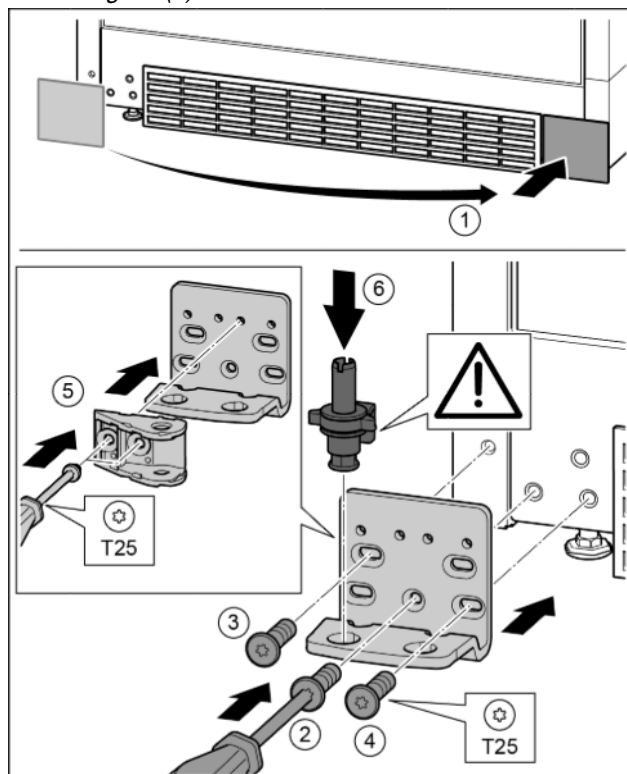

Fig. 32
- ▶ Sejměte kryt a připevněte jej na druhé straně. Fig. 32 (1)
- ▶ Nasadíte stojan ložiska na druhé straně a přišroubujte pomocí šroubováku T25. Začněte šroubem 2 dole uprostřed. Fig. 32 (2)
- ▶ Pevně utáhněte šroub 3 a 4. Fig. 32 (3, 4)
- ▶ Dveřní závěs otočte o 180°. Šroubovákem T25 přišroubujte na druhé straně stojanu ložiska. Fig. 32 (5)
- ▶ Zcela vložte ložiskový čep. Přitom dávejte pozor, aby zajišťovací vačka směřovala dozadu. *Fig. 32 (6)*